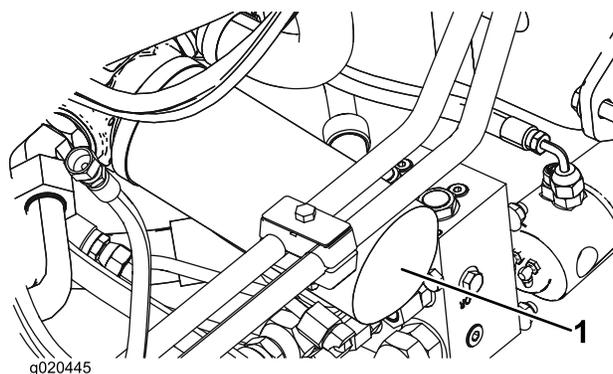

Figure 72
2. Nettoyez la surface autour des surfaces de montage des filtres. Placez un bac de vidange sous le filtre et enlevez le filtre (Figure 72).